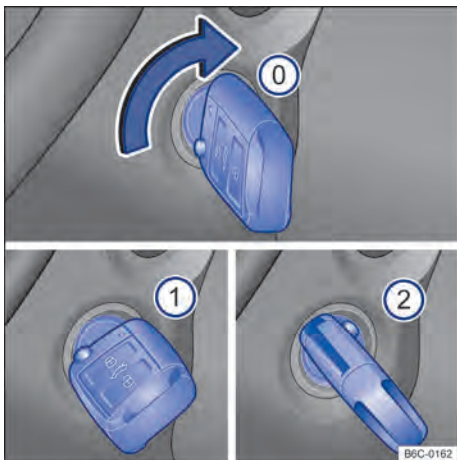

Fig. 89 Ao lado do volante, à direita: posições da chave do veículo no cilindro da ignição.
Posições da chave do veículo → Fig. 89
- ① Ignição desligada. A chave do veículo pode ser retirada.
- ② Ignição ligada.
- ② Pisar no pedal do freio (*veículos com transmissão automática*), ou no pedal da embreagem (*veículos com transmissão manual*) e ligar o motor. Quando o motor pegar, soltar a chave da ignição. Ao soltar, a chave do veículo retorna à posição → Fig. 89 ①.
- **Veículos com cilindro da ignição:** girar a chave do veículo na posição → Fig. 89 ①. A ignição está ligada. Nesse instante a luz de controle do sistema de partida aquecida ☹️ irá se acender no instrumento combinado. Aguardar que a luz de controle ☹️ se apague indicando o término do aquecimento do combustível (esta ação poderá ser necessária em condições de partida com o motor frio).
- **Veículos com cilindro da ignição:** girar a chave do veículo no cilindro da ignição para a posição → Fig. 89 ② – não acelerar. Quando o motor começar a funcionar, soltar a chave do veículo no cilindro da ignição.
- *Veículos com cilindro da ignição*: girar a chave do veículo no cilindro da ignição na posição → Fig. 89 .